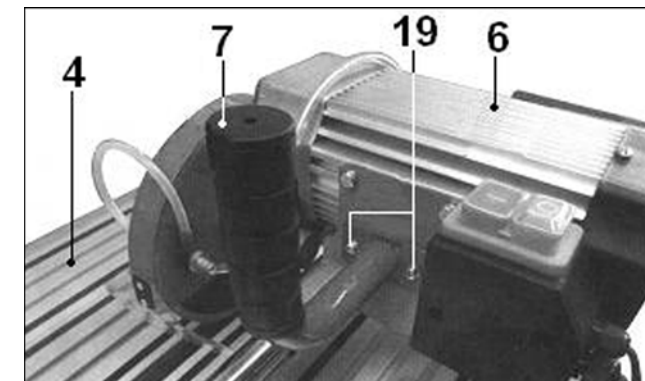

Рис. 5
9.2. Установка рукоятки (Рис.5)